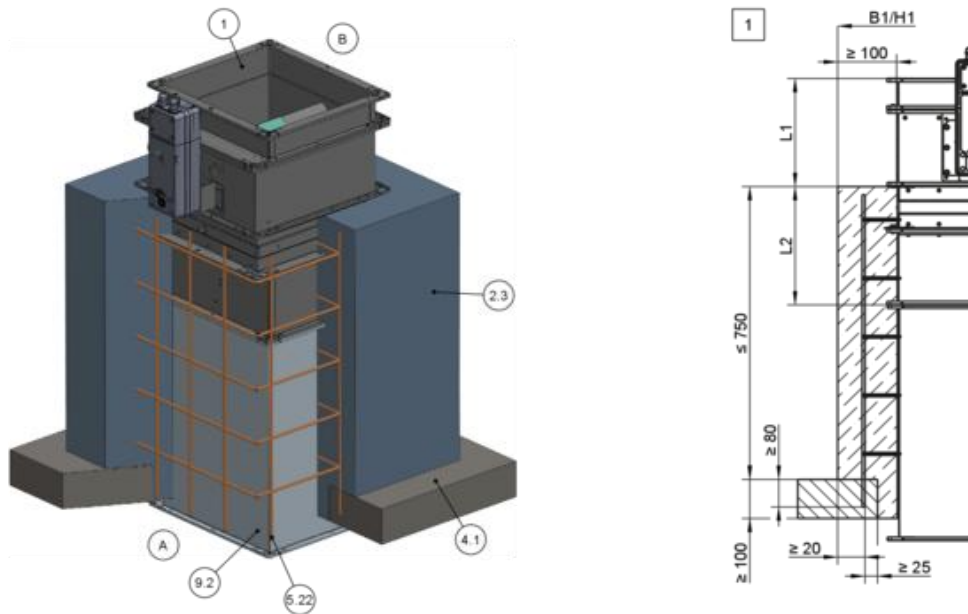

Abb. 54: Nasseinbau in Massivdecke mit Betonsockel stehend
2. ► Betonsockel entsprechend Abb. 54 oder gleichwertig herstellen.